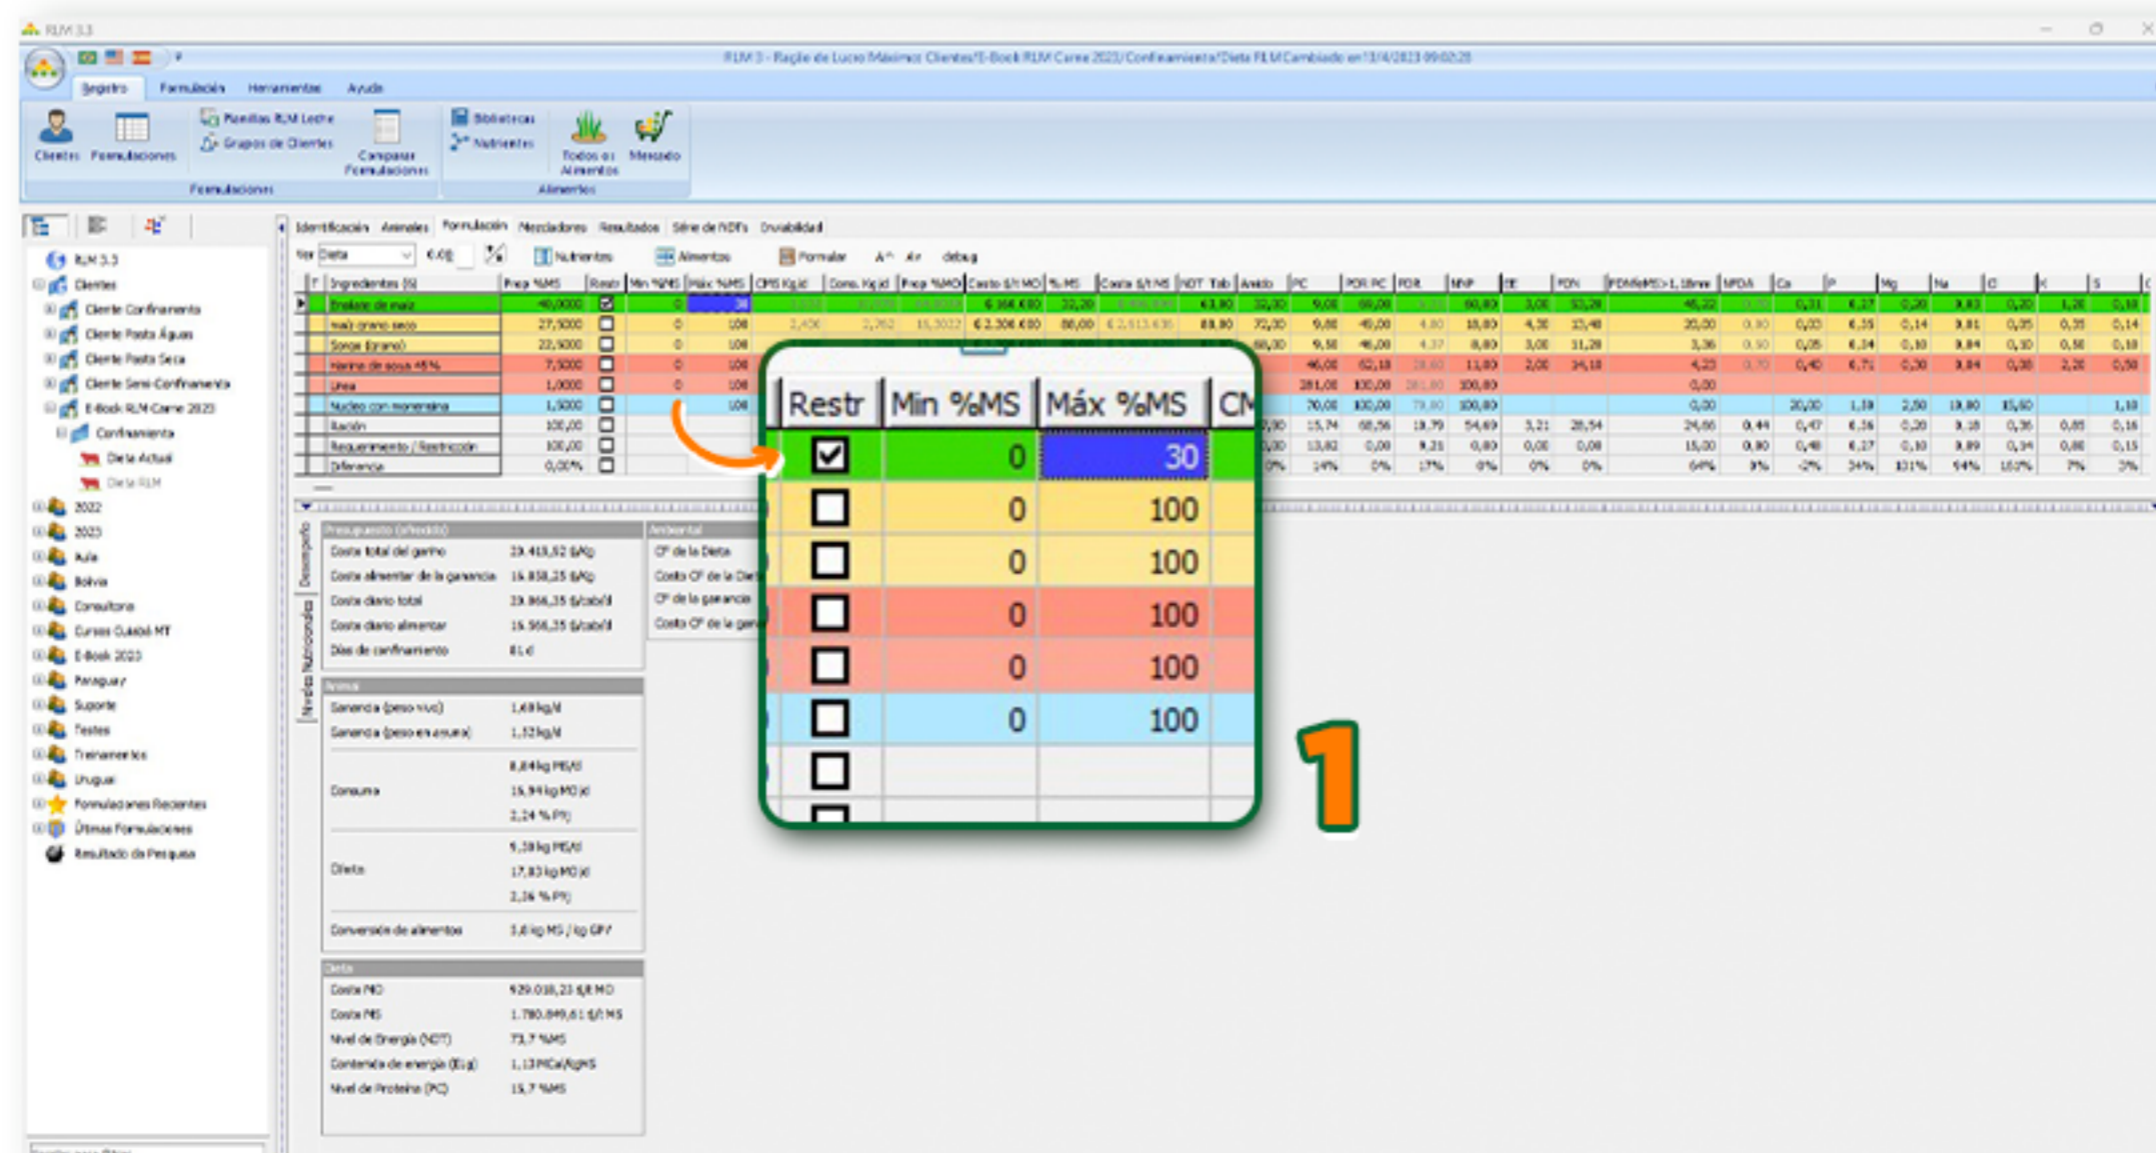

FIGURA 2.2 - EDITAR RESTRICCIONES DE ALIMENTOS
Las restricciones mínimas y máximas para el porcentaje de inclusión de alimentos se pueden establecer directamente en la ventana de formulación (1), como se ilustra en la Figura 2.2. Al insertar la restricción, la casilla se activará automáticamente. Sin embargo, para la restricción de nutrientes se utilizará otra ventana.